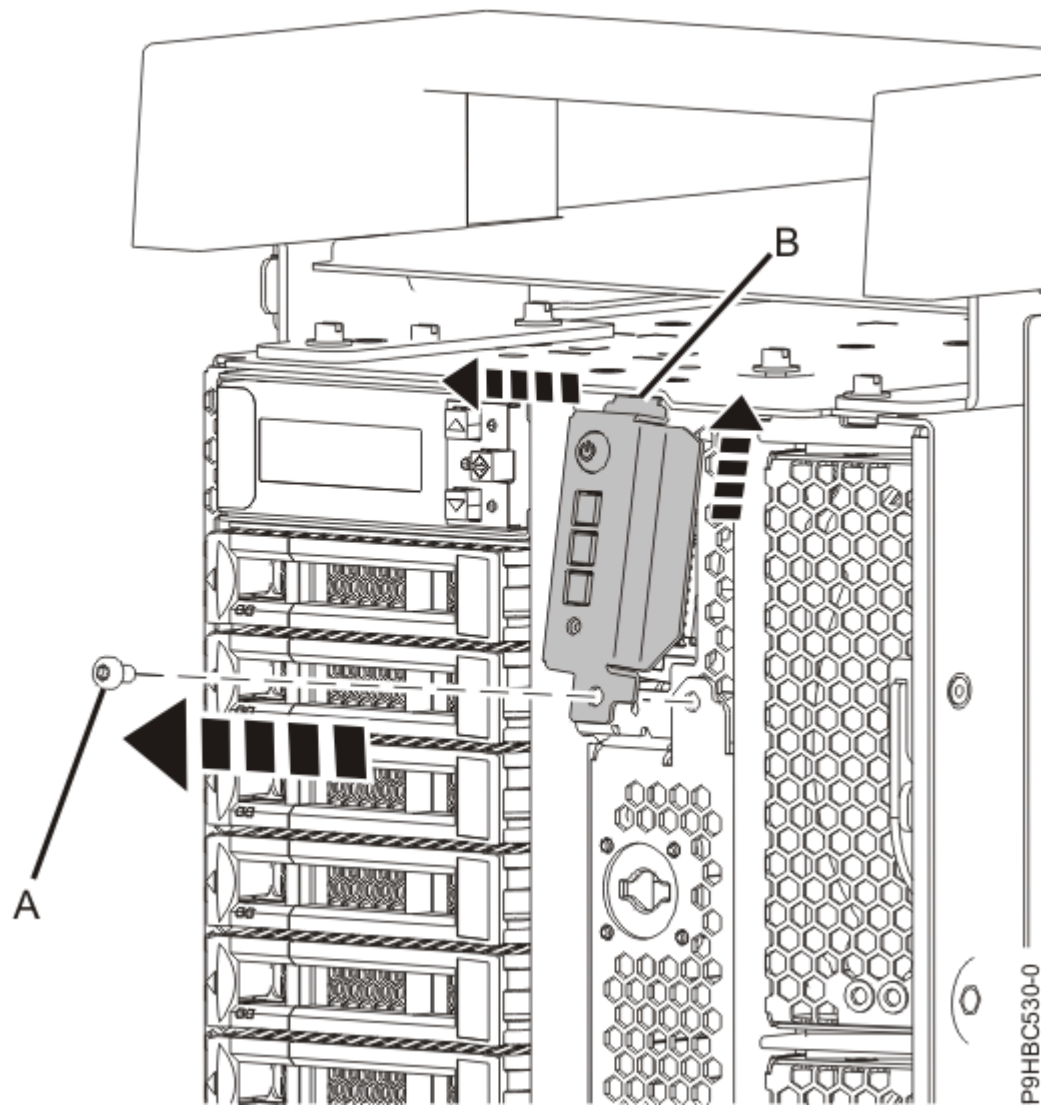

Figure 18. Dévissage du panneau de commande à partir d'un système autonome
- a) Enlevez la vis **(A)** qui maintient le panneau de commande au système, comme illustré à la Figure 18, à la page 20, puis faites pivoter le panneau de commande pour libérer la patte supérieure **(B)**.